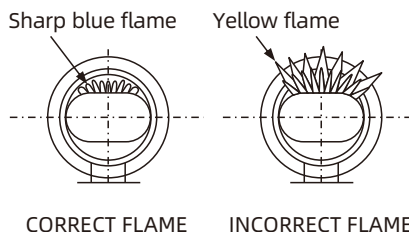

Figure 6
3. Observez régulièrement la flamme principale du brûleur pour vous assurer qu'elle brûle avec une flamme bleue dure et bien définie, comportant des ports de brûleur nets (voir Figure 6). Si la flamme apparaît jaune ou si le brûleur présente une flamme molle, éteignez le four. Il est possible que le brûleur nécessite un nettoyage ou un remplacement. Si une quantité excessive de rouille ou de corrosion est présente sur la surface du brûleur, celui-ci doit être nettoyé minutieusement ou remplacé. Le brûleur peut être nettoyé à l'aide d'une brosse métallique et soufflé avec de l'air comprimé à haute pression. Contactez un technicien qualifié pour obtenir de l'aide.